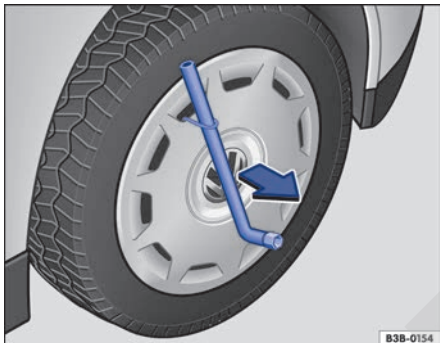

Fig. 234 Desmontar el tapacubos integral.
- Introduzca la llave de rueda por el gancho de alambre → fig. 234 y tire del tapacubos en el sentido de la flecha.